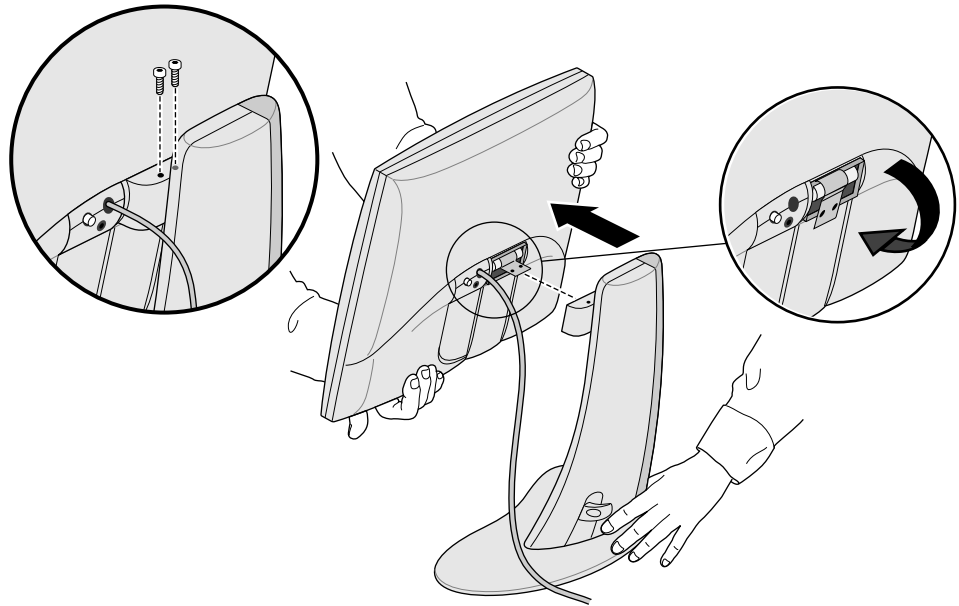

Abbildung 1-4 Lösen des Monitors vom Sockel
4. Halten Sie den Monitor wie in Abbildung 1-4, und lösen Sie mit dem 3 mm-Sechskantschlüssel die zwei Sechskantschrauben, mit denen der Monitor auf seinem Sockel befestigt ist. Bewahren Sie die Schrauben für den Fall auf, daß Sie den Monitor wieder auf dem Sockel befestigen möchten.
6. Sie können auch wie in Abbildung 1-4 die Metalllasche auf der Rückseite des Bildschirms herunterbiegen. Hierfür benötigen Sie eventuell eine Zange.